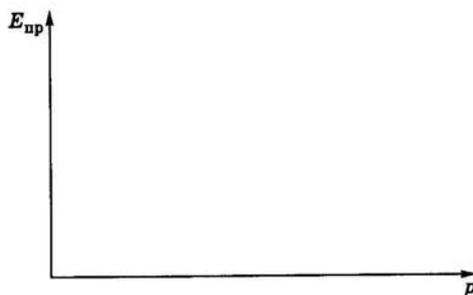

Рис. 2.4. Зависимость электрической прочности нефтяного масла от давления
**2.15.** В приведенной системе координат (рис. 2.4) изобразите графическую зависимость электрической прочности нефтяного масла от давления и дайте объяснение этой зависимости.